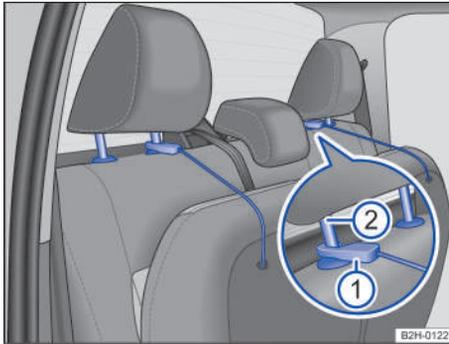

Fig. 60 En el asiento trasero: fijación de la banqueta en los apoyacabezas.
3. Dado el caso, suba el apoyacabezas y enganche la cinta → fig. 60 ① en la barra interior del apoyacabezas ②.